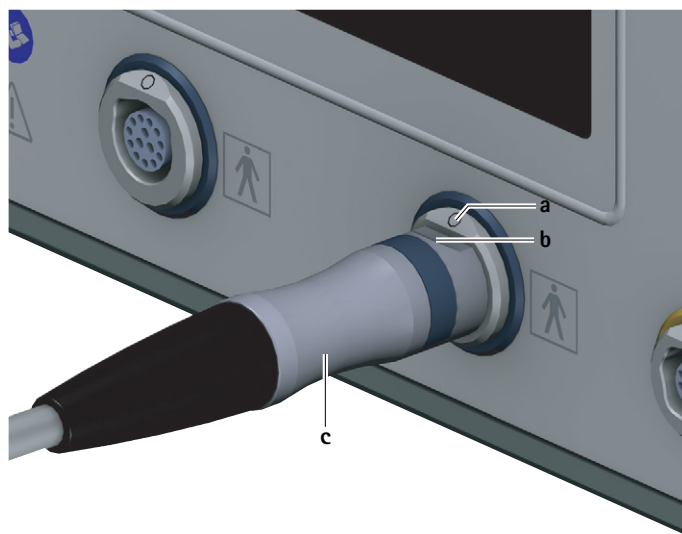

Рис. 3 Подключение моторного кабеля
- ▶ Выровнять штекер блока управления с на моторном кабеле таким образом, чтобы маркировка **b** на штекере соответствовала маркировке **a** на гнезде для рабочего элемента 7, см. Рис. 3.
- ▶ Вытянуть моторный кабель на штекере для блока управления с из гнезда для рабочих элементов 7, см. Рис. 3.